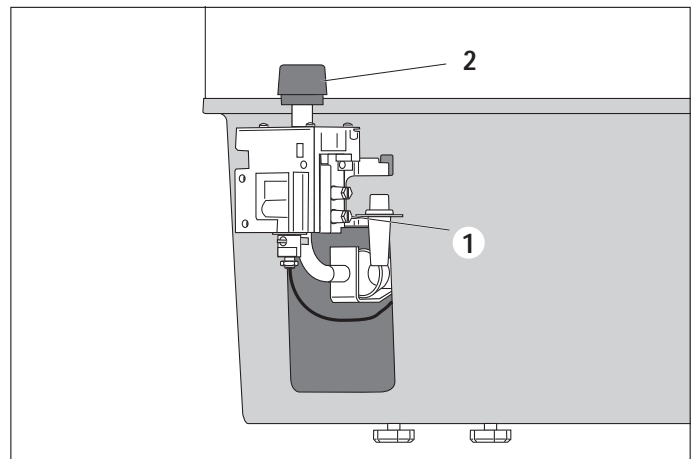

Abb. 9 Anschlußfließdruck überprüfen
- Dichtschraube des Druckmeßstutzens (Abb. 9, Position 1) lösen
- Manometer am Druckmeßstutzen (Abb. 9, Position 1) anschließen
- Dichtschraube am Druckmeßstutzen (Abb. 9, Position 1) gasdicht eindrehen
- Dichtschraube vom Düsendruck-Meßstutzen (Abb. 9, Position 1) lösen
- Bedienknopf (Abb. 9, Position 2) auf ● (außer Betrieb) bringen
- Dichtschraube am Düsendruck-Meßstutzen (Abb. 9, Position 1) gasdicht eindrehen